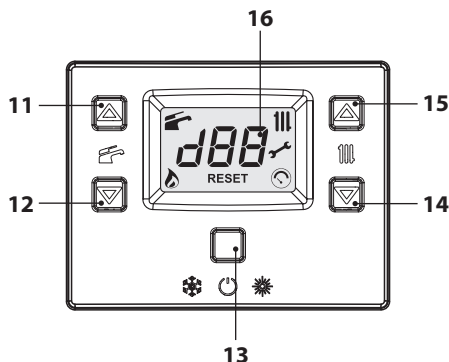

Figura 2.5
- Tenere premuto per 2 secondi il tasto 13 fino a far apparire sul display il simbolo  (Figura 2.5).
La temperatura dell'acqua calda di mandata riscaldamento è regolabile agendo sui tasti 14 (diminuzione) e 15 (aumento) (Figura 2.5) da un minimo di circa 40°C ad un massimo di circa 85°C. Alla prima pressione di uno dei due tasti si ha la visualizzazione del valore di "set", alla seconda pressione si accede alla modifica.
Comunque se la temperatura ambiente non dovesse essere confortevole si può aumentare o diminuire la temperatura di mandata dell'impianto riscaldamento di  $\pm 15^\circ\text{C}$  agendo sui tasti 14 (diminuzione) e 15 (aumento) (Figura 2.5).
La temperatura dell'acqua calda sanitaria è regolabile agendo sui tasti 11 (aumento) e 12 (diminuzione) (Figura 2.5) da un minimo di circa  $35^\circ\text{C}$  ad un massimo di circa  $60^\circ\text{C}$ . Alla prima pressione di uno dei due tasti si ha la visualizzazione del valore di "set", alla seconda pressione si accede alla modifica.